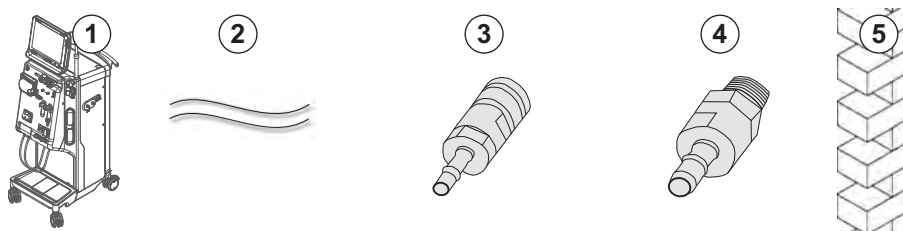

Рис. 4-7 Муфты Aquaboss для централизованной раздачи концентрата
- Муфта концентрата с внутренней резьбой (Рис. 4-7, ③) (сторона аппарата), материал 1.4529 EPDM
- Закрывающий ниппель для концентрата с внешней резьбой AISI 316L (④, сторона стены), материал 1.4529 EPDM
1. Соедините муфту концентрата с внутренней резьбой ③ со шлангом для централизованной раздачи концентрата ②, идущим непосредственно от аппарата.
2. Соедините муфту концентрата с внутренней резьбой ③ с закрывающим ниппелем концентрата с внешней резьбой ④, который закреплен на стене.